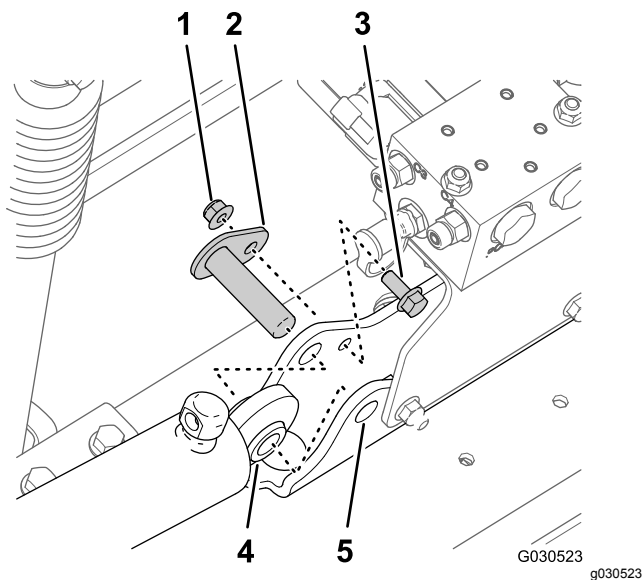

Figure 64
- Retirez le contre-écrou à embase (5/16") et le boulon à embase (5/16 x 3/4") qui fixent l'axe de pivot au support de vérin (Figure 64).
- Déposez l'axe de pivot et le vérin de levage de la machine (Figure 64).